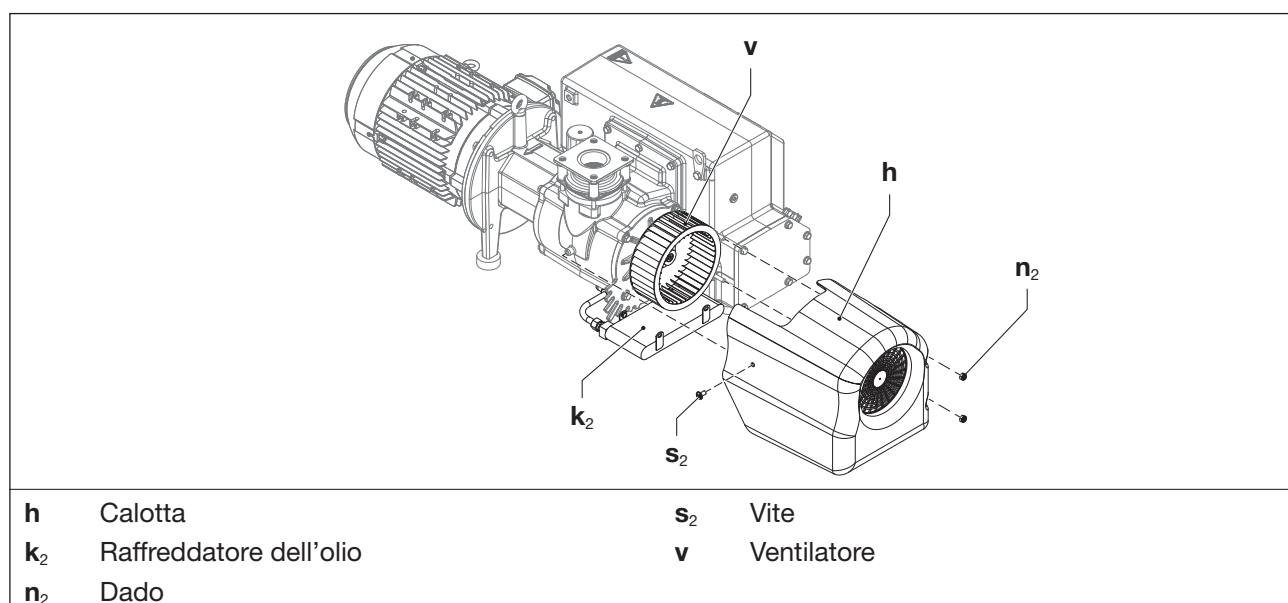

Fig. 9 Raffreddatore dell'olio
- b) Allentare una vite (Fig. 9/s₂) e due dadi (Fig. 9/n₂) dal cappuccio.
- c) Rimuovere il cappuccio (Fig. 9/h) dalla pompa.
- d) Soffiare il raffreddatore dell'olio (Fig. 9/k₂) e pulirlo dall'esterno (pulire con un panno umido).
- e) Pulire/soffiare il ventilatore (Fig. 9/v) e controllare se ci sono danni. Utilizzare la macchina solo con ventilatore tecnicamente perfetto.
- f) Pulire/soffiare le fessure di ventilazione sul cappuccio (Fig. 9/h).
- g) Rimettere il cappuccio sulla pompa e fissarlo con la vite (Fig. 9/s₂) e i dadi (Fig. 9/n₂). Coppia: 5 Nm